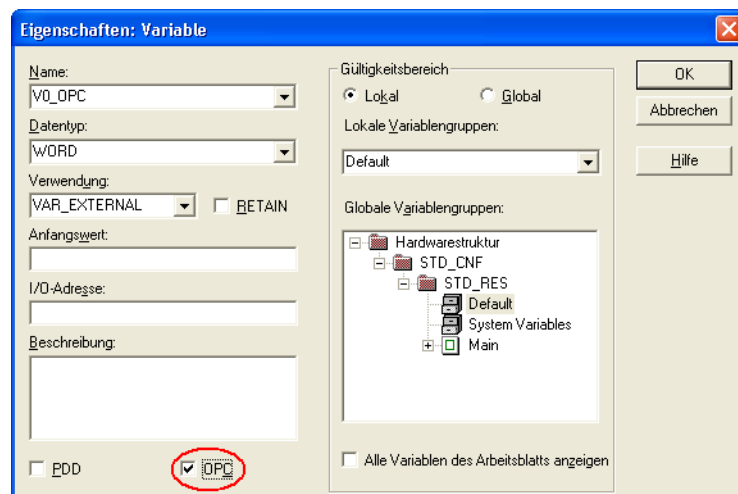

Bild C-2 Variable für AX OPC Server anlegen
- beim Anlegen der Variablen im Fenster „Eigenschaften: Variablen“ (Bild C-2) oder